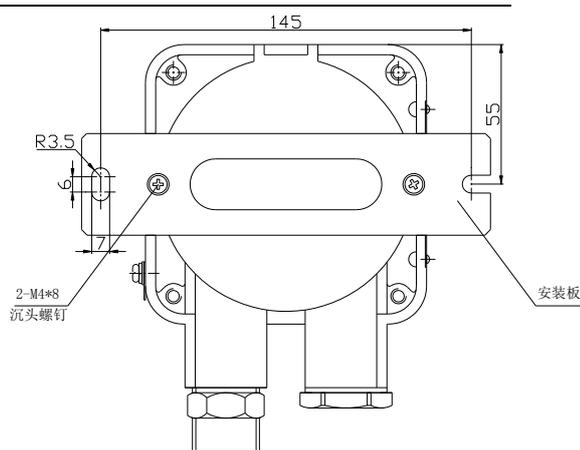
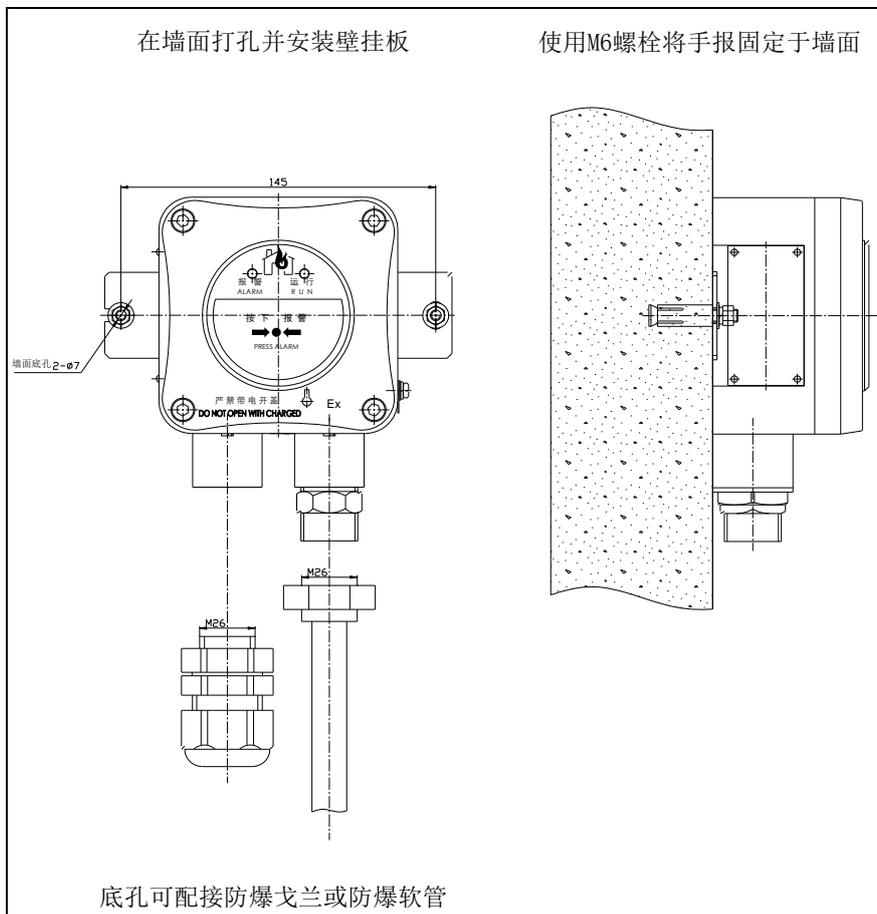

图 3-3 背面图
图 4-2 壁挂安装
- 2) 安装尺寸如图 3-3 所示。
- 2) 壁挂安装: 该安装方式为墙壁式安装, 适合墙壁打孔固定。首先确认产品的壁挂安装支架牢固安装在手动火灾报警按钮上, 然后按照壁挂板的安装孔间距(见图 3-3)在墙面开孔, 使用配套的 2 只 M6×50 膨胀螺栓将产品固定在墙壁上。(如图 4-2)